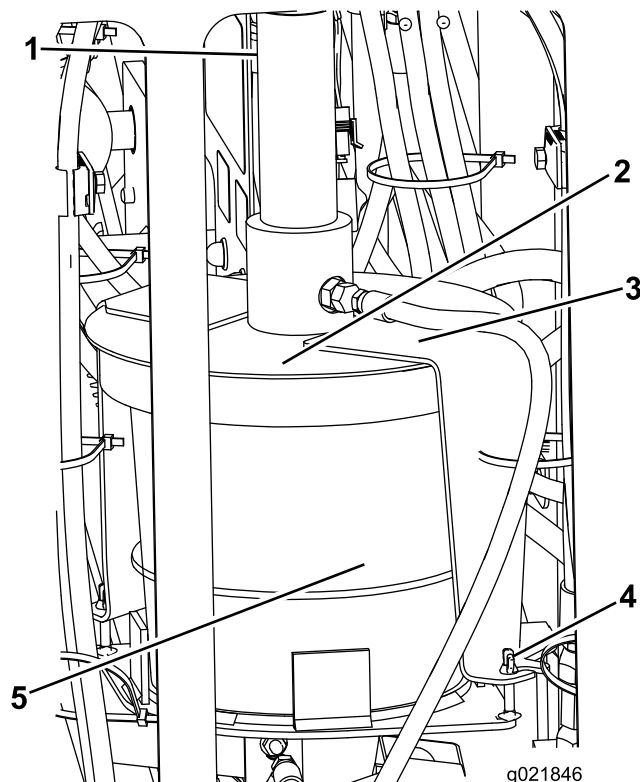

Figura 93
3. Afloje las tuercas de orejeta que sujetan las pletinas de sujeción a la máquina (Figura 93).
4. Gire la tapa y separe las pletinas de sujeción de los pernos de retención (Figura 93).
5. Retire la tapa del cubo de lubricante de roscas vacío (Figura 93).
7. Coloque el pistón en el cubo nuevo y baje la tapa sobre el cubo (Figura 93).
8. Coloque las pletinas de sujeción sobre los pernos de retención y gire la tapa para enganchar las pletinas en los pernos (Figura 93).